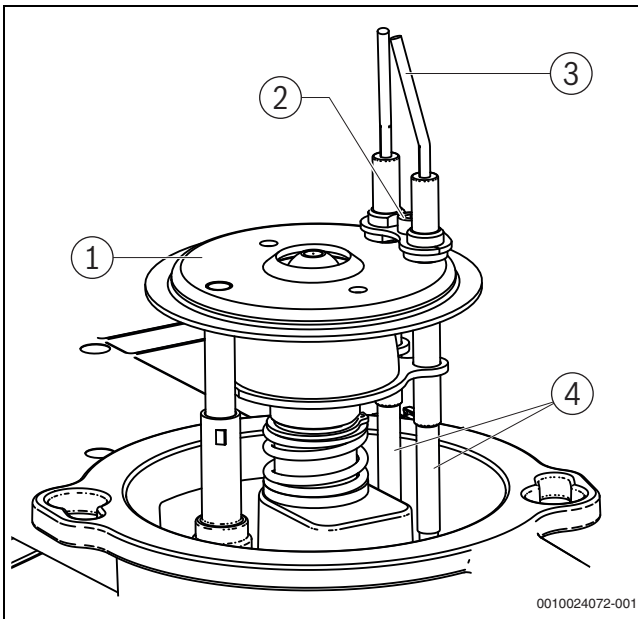

Bild 66 Mischsystem ausbauen
Die Zündelektroden (→ Bild 66, [1], Seite 37) müssen frei von Ablagerungen sein.
- Schraube (→ Bild 66, [2], Seite 37) zwischen den Zündelektroden [1] lösen.
- Zündleitungen (→ Bild 66, [5], Seite 37) von den Zündelektroden [1] abziehen.